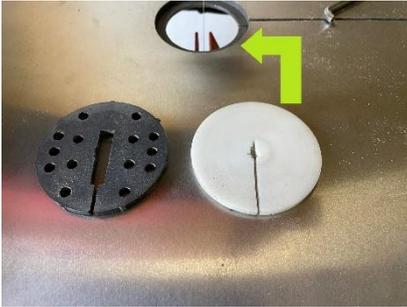

Figure 28
- Tischeinsatz für Laubsägearbeiten montieren (**Fig 28**).